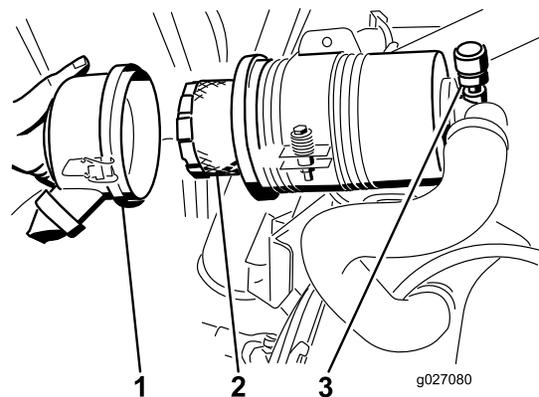

Bild 53
5. Nehmen Sie den Filter heraus und wechseln Sie ihn (Bild 53).